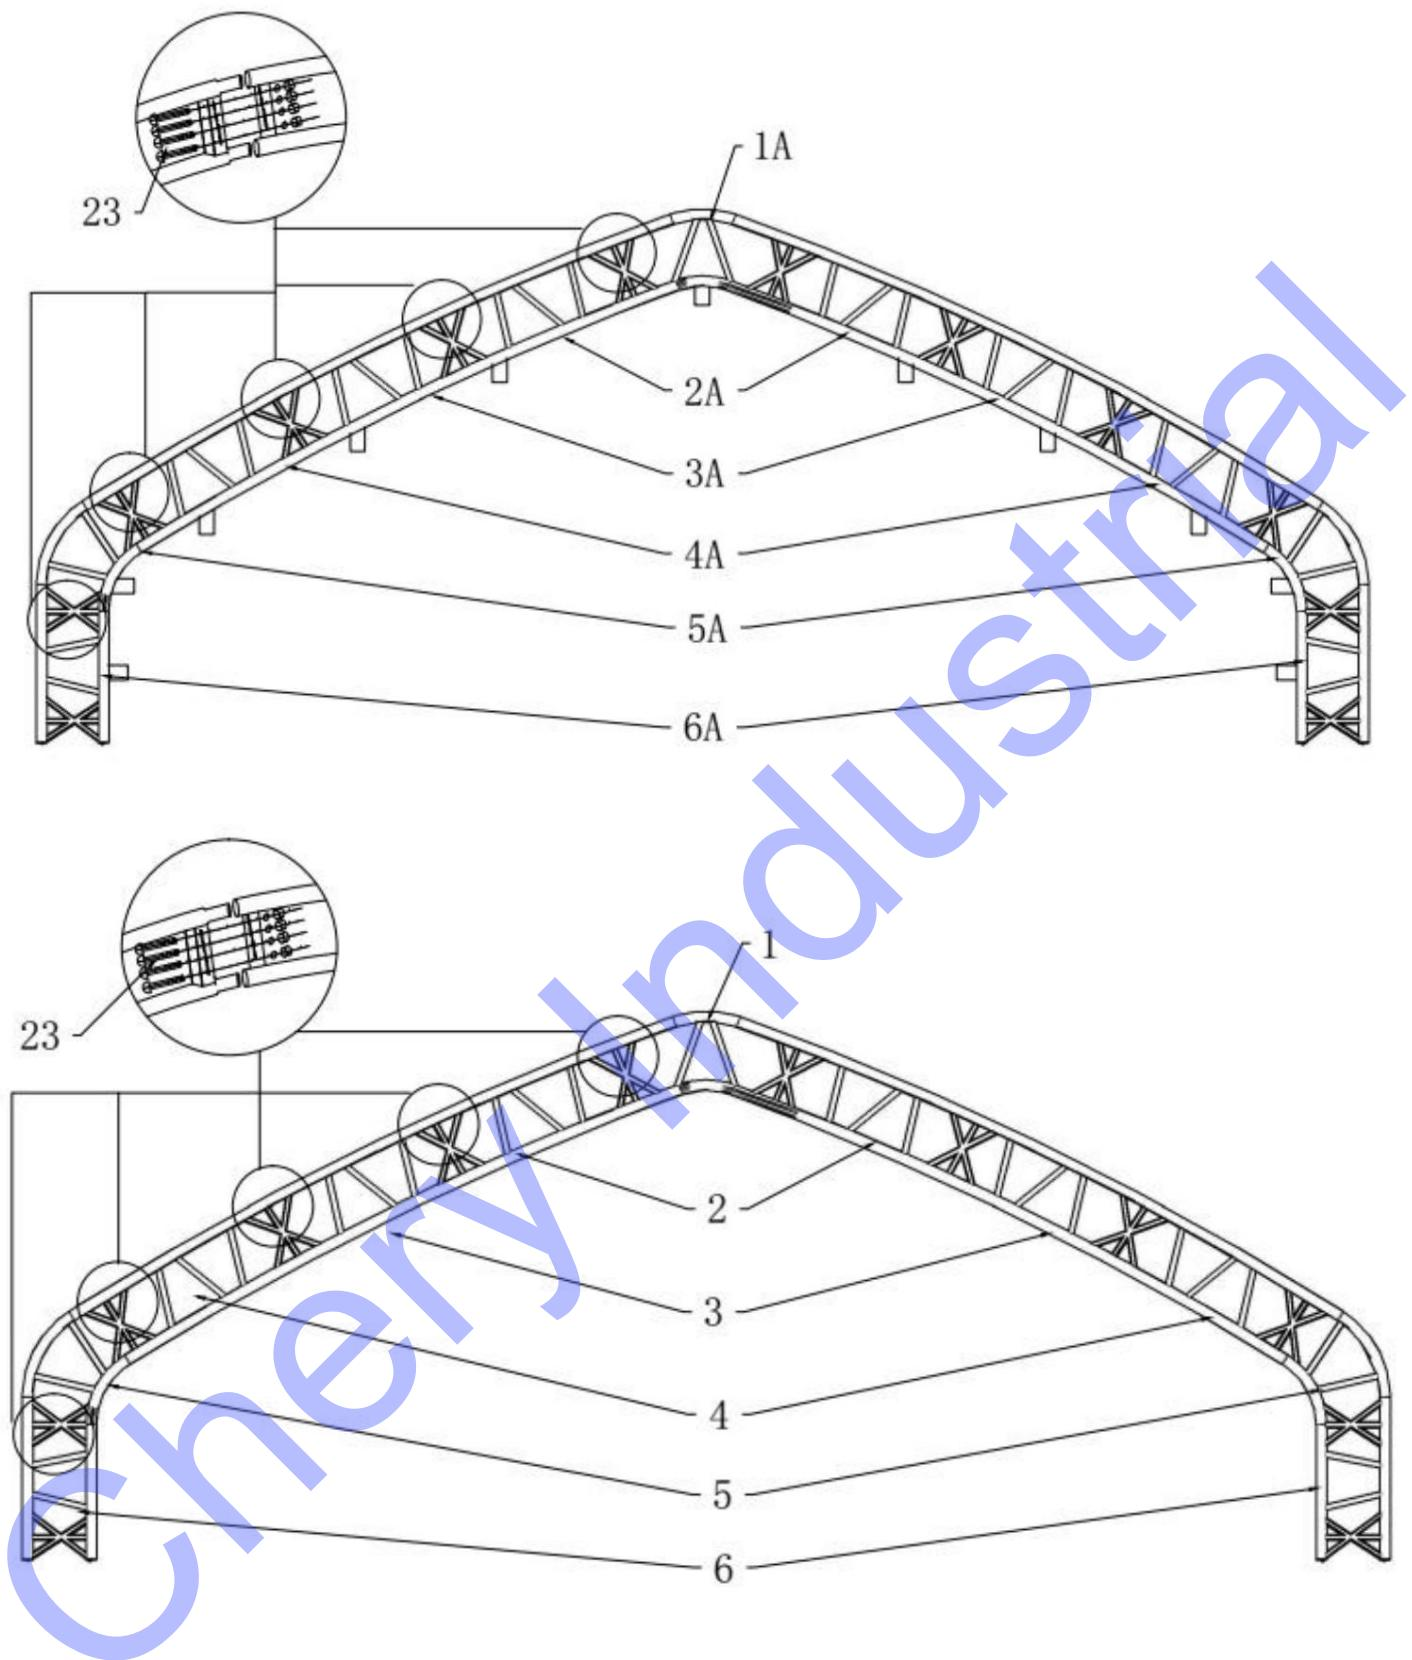

Figure 3
- La figure 3 montre comment assembler le tube supérieur (n° 1/n° 1A), le tube supérieur (n° 2/n° 2A), le tube intermédiaire (n° 3/n° 3A), le tube inférieur (n° 4/n° 4A), le tube d'épaulelement (n° 5/n° 5A) et le pied de support (n° 6) à l'aide de vis M12x50 (n° 23), pour former une seule arche. Ne pas installer les boulons sur le dessus de la structure, là où la toile reposera.